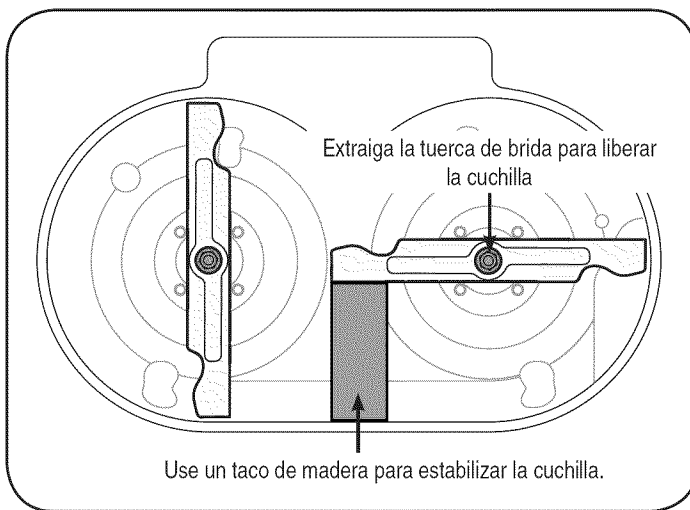

Figura 20
2. Coloque un taco de madera 2x4 de aproximadamente 8.5 pulgadas de largo entre el alojamiento de la plataforma y la cuchilla de corte, para que actúe como estabilizador, Figura 20.
3. Extraiga la tuerca de brida hexagonal que asegura la cuchilla al montaje del husillo, Figura 20.